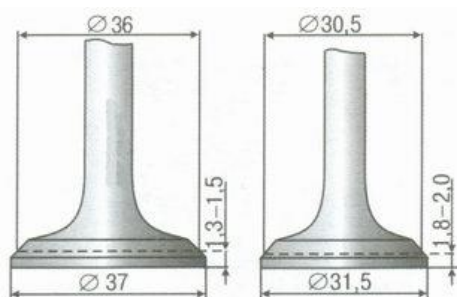

Рис. 1.34. Размеры тарелок клапанов
13. В специализированной автомастерской повреждения рабочей фаски клапанов, которые невозможно вывести притиркой, можно шлифовать на специальном станке (рис. 1.34).